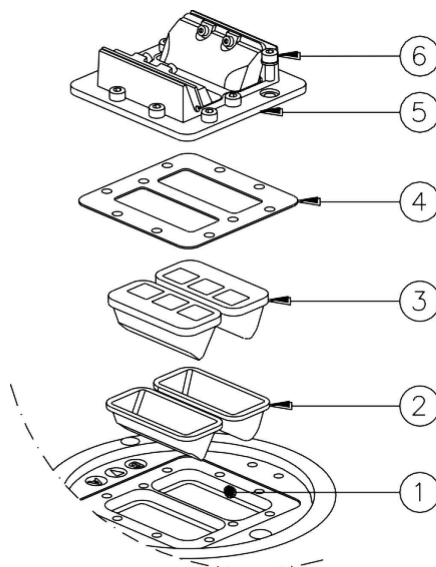

Figure 25 – Remplacement du prisme
- Retirer le carré et le joint de maintien du prisme (Figure 25 - n°4-5)
- Retirer l'ancien prisme avec son joint (Figure 25 - n°3-2)
- insérer le nouveau joint pour prisme (Figure 25 - n°2) dans le logement du dôme (Figure - n°1)
- positionner le prisme dans son logement et appuyer dessus avec les mains (Figure 25 - n°3)
- positionner le carré et le joint de maintien du prisme (Figure 25 - n°4-5) et serrer avec les vis TCEI M5x12 prévues à cet effet (Figure 25 - n°6) en suivant la numérotation présente sur le carré de maintien du prisme, couple de serrage de 2,5 Nm